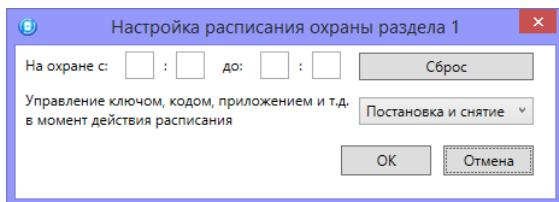

Рисунок 4.32 – Настройка расписания охраны раздела
- *Расписание:* позволяет установить интервал времени, в течение которого раздел должен находиться на охране (возможно задать не только интервал времени, но и указать только начало периода или только его конец). Персоналу объекта может быть как предоставлена возможность управлять режимом охраны раздела вручную в период действия расписания, так и запрещены любые изменения режима охраны раздела (см. рисунок 4.32).